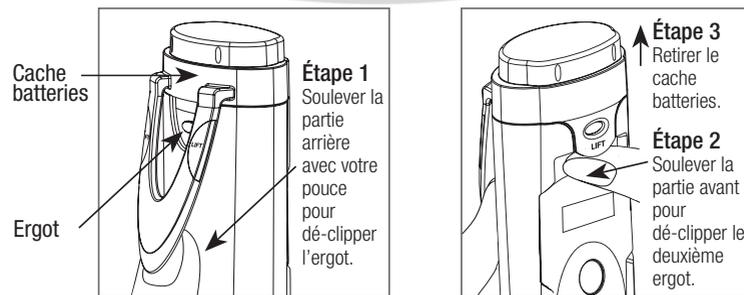

Figure 1: Changement des piles
2. Ensuite, soulever la partie avant pour dé-clipper le deuxième ergot puis retirer le cache batteries.(Figure 1).